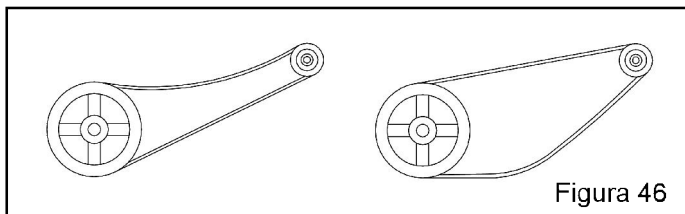

Figura 46
- d) Después de montar las correas y antes de tensionarla correctamente, hágala girar manualmente en la instalación, de tal modo que el lado flojo de todas las correas, quede hacia arriba o hacia abajo, conforme la Figura 46.